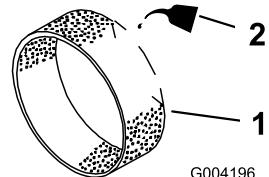

Figura 45
3. Aggiungete 30–60 ml d'olio nel prefiltrò (Figura 45).